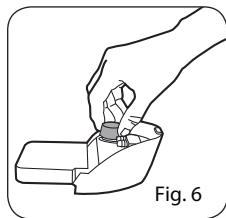

Fig. 6
2. Svitare la chiusura sulla parte alta del contenitore (Fig. 6).
4. Rimettere la chiusura sulla bocca di riempimento del contenitore e avvitarela bene (Fig. 6).